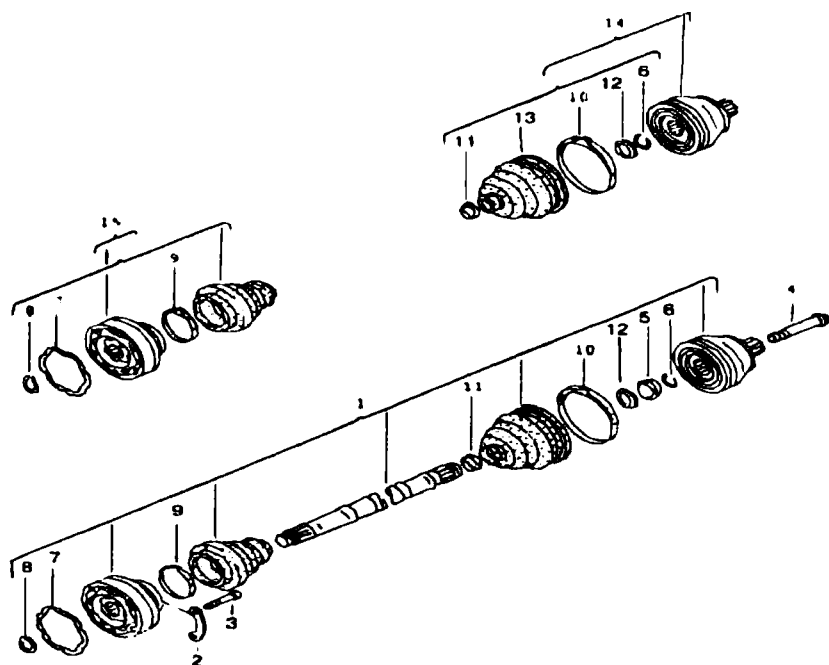
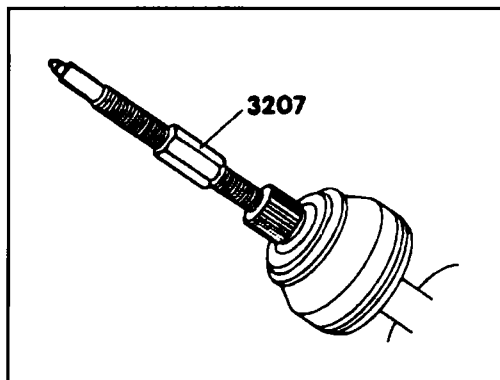

Рис. 6.2 Устройство полуоси привода
Рис. 6.3 Демонтаж ШРУС полуоси.
- ◆ Спрессуйте наружный ШРУС с вала полуоси. Для этого в торец вала шарнира до упора в полуось вверните болт с длинной резьбой М16 или съемник 3207 (см. рис. 6.3).
- ◆ Снимите с шарнира прокладку (7).
- ◆ Для демонтажа внутреннего шарнира удалите стопорное кольцо (8).
- ◆ Соберите на вал детали поз (5), (12) согласно рис. 6.2.
- ◆ Установите в паз вала новое стопорное кольцо (6).